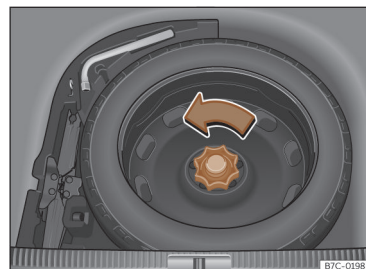

Fig. 239 Na bagageira: piso de carga levantado.
- Mova a roda no sentido contrário ao dos ponteiros do relógio >>> **Fig. 239.**